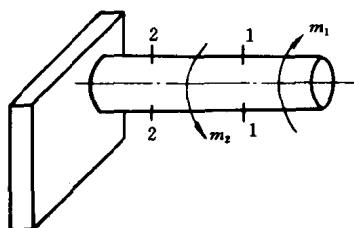

图 1-16
17. 有一等截面圆轴如图 1-16 所示,轴长 100(mm),左端固定,右端作用有外扭矩  $m_1 = 490$  (N · m),轴中间作用有外扭矩  $m_2 = 196$  (N · m),试计算截面 1-1,2-2 处的扭矩,并画出扭矩图。